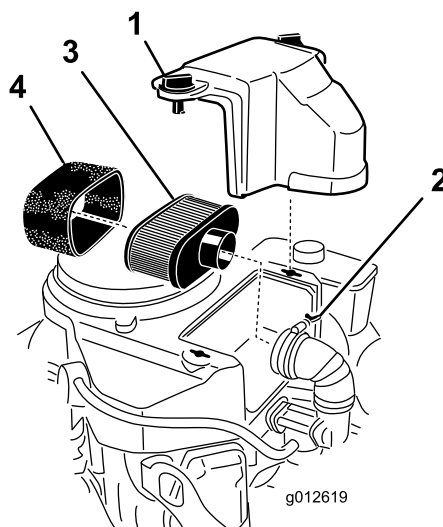

Figura 32
3. Pulite l'area intorno al filtro dell'aria per evitare che la morchia possa penetrare nel motore provocando gravi danni (Figura 32).
4. Svitare le manopole del coperchio e togliete il coperchio del filtro dell'aria (Figura 32);
5. Svitare la fascetta stringitubo e togliete il gruppo filtro dell'aria (Figura 32).
6. Togliete con cautela l'elemento in schiuma sintetica dall'elemento di carta (Figura 32).
1. Pulite l'elemento di carta battendolo leggermente per rimuovere la polvere. Se risulta molto sporco, sostituitelo con uno nuovo (Figura 32).
Non pulite il filtro di carta. Sostituitelo dopo 200 ore di servizio (Figura 32). Controllate che l'elemento non sia strappato, non presenti strati untuosi, e che la tenuta in gomma non sia danneggiata.
1. Infilate con cautela l'elemento in schiuma sintetica sopra l'elemento di carta del filtro dell'aria (Figura 32).
2. Montate il gruppo filtro dell'aria sulla relativa base o flessibile e fissatelo (Figura 32).
3. Montate il coperchio del filtro dell'aria e serrate le manopole del coperchio (Figura 32).